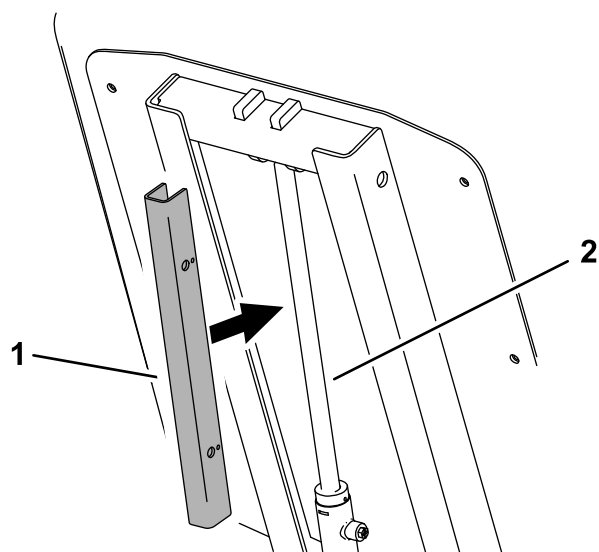

Figura 16
3. Deslice el bloqueo del cilindro sobre la barra del cilindro de elevación y fíjelo con los pasadores sin chaveta (Figura 16).